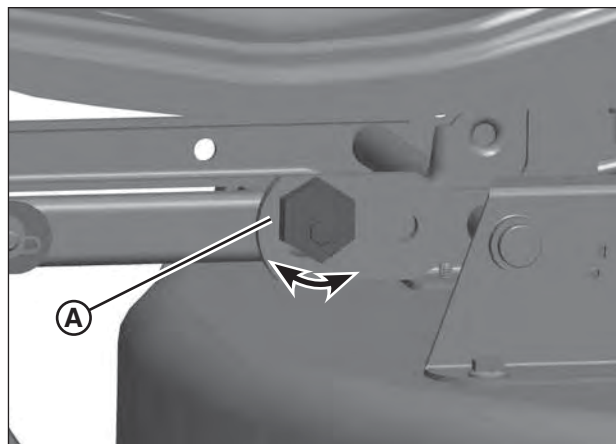

Figure 37: Mise de niveau du plateau de coupe de tondeuse (transversale)
7. Si un réglage est nécessaire, tourner lentement l'excentrique (A, Figure 37) sur le bras de levage avant gauche jusqu'à ce que les extrémités de la lame soient à 1/8 po l'une de l'autre.